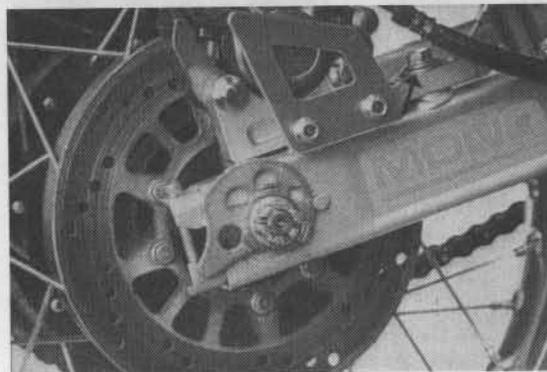

Bild 31
- Zum Korrigieren des Durchhangs Hinterachse mit Ringschlüssel oder Nuss (SW 24) gegenhalten, Splint lösen und Mutter (SW 22 / Bild 31) lösen.
- Bremsankerschraube SW 14 (Bild 31) lockern.